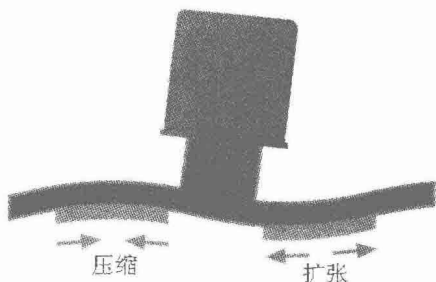
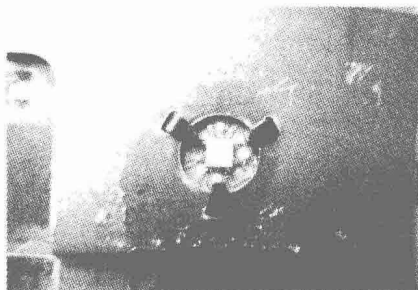

图 1-1 长期使用指点杆
图 1-2 指点杆出现虚焊问题
(1) 长期推动指点杆, 如图 1-1 所示, 致使指点杆与底部的控制电路之间出现了虚焊问题, 导致指点杆灵敏度下降, 如图 1-2 所示。